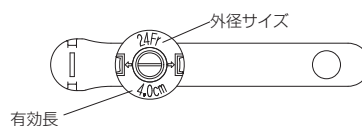

図18
- ・イディアルボタンZERO (医療機器承認番号: 30300BZX00210000) : 留置中のボタンの体外固定部に記載されたボタンの有効長と外径サイズを確認し(図18)、適合するセット品を準備する。